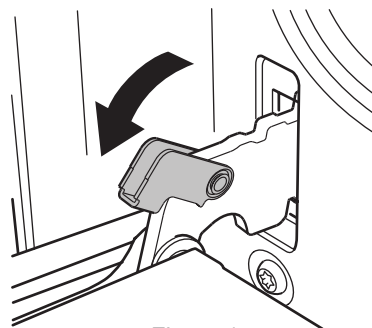

Figure 1
- Pour retirer la porte, ouvrez-la au maximum. Ensuite, tirez la boucle de la charnière de la porte vers l'arrière. (Figure 1) (2 boucles au total, de chaque côté de la porte).